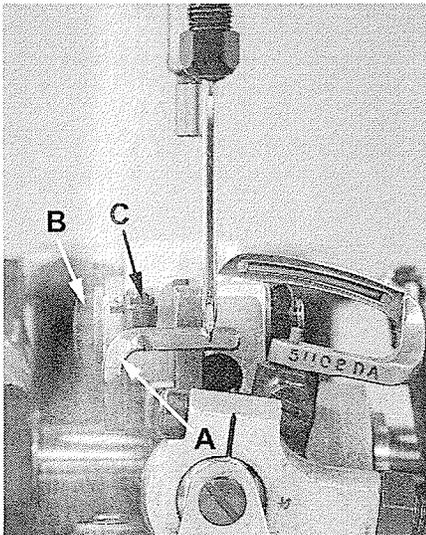

Fig 12
Gire el volante en sentido de operación para ubicar la punta del looper al lado derecho de la aguja. En este punto el guarda aguja (A, Fig 12) debería estar al final de su recorrido hacia adelante. Mueva el guarda aguja hacia adelante y hacia atrás hasta que apenas roce la aguja. Coloque el guarda aguja tan bajo como sea posible para que su parte vertical toque la aguja encima de su punta. Para ajustar el guarda aguja tiene que aflojar el tornillo (B) y girar el tornillo (C) en sentido del reloj para bajar el guarda aguja y contra reloj para subirlo. Apriete el tornillo (B) otra vez.